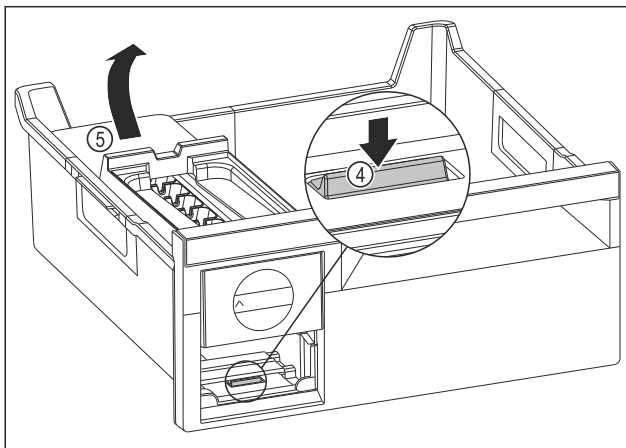

Fig. 212
- ▶ Estrarre il corpo dell'EasyTwist-Ice: Con un dito spingere la linguetta Fig. 212 (4) verso il basso e allo stesso tempo, con l'altra mano, sollevare il corpo dell' EasyTwist-Ice Fig. 212 (5) da dietro.